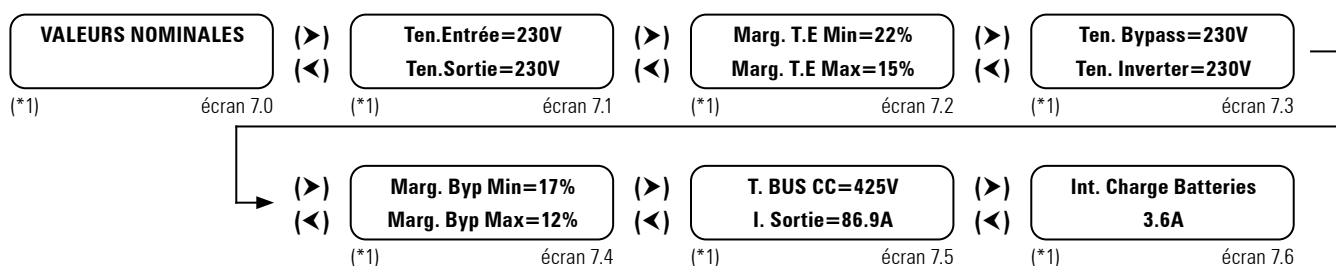

Fig. 55. Écran 7.0 «Valeurs nominales» et ses sous-menus.
7.3.8. Écrans de valeurs nominales (menu écran 7.0). Voir Fig. 55.